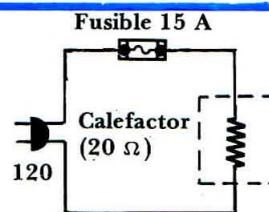

Fig. 11.
Ahora, echemos una mirada a varios ejemplos para hallar el valor de la corriente desconocida en un circuito donde se conocen el voltaje y la resistencia. La fig. 11 muestra un circuito en serie con una batería y una resistencia. El voltaje de la batería es de 20 voltios de continua (DC) y el valor de la resistencia es de 5 ohmios. ¿Cuánta corriente pasa a través del circuito? Ley de ohm para la corriente $I = E/R$. $I (\text{corriente desconocida}) = 20 (\text{voltaje batería}) / 5 (\text{resistencia en ohmios}) = 4 \text{ amperios}$.